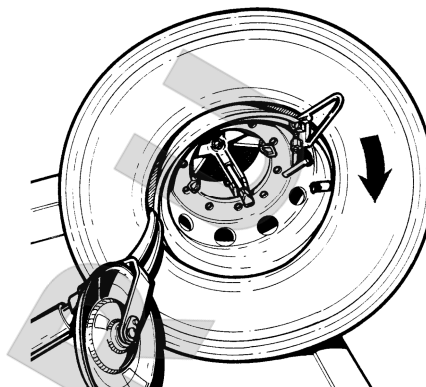

Рис.28
3. Поднимите рычаг держателя колеса и вставьте монтажный крюк или ролик для бескамерных шин примерно на 1.5 см (½ дюйма) внутрь закраины обода и на расстоянии примерно 1.5 см (½ дюйма) от закраины обода (Рис. 28).